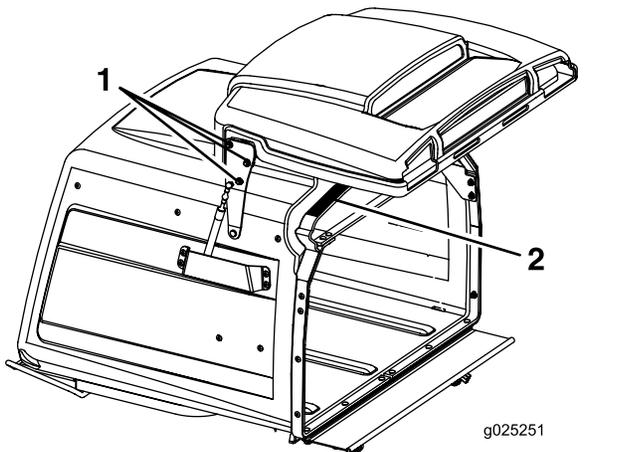

Figura 61
3. Afloje las seis tuercas de las bisagras de la puerta (Figura 61).
4. Abra la puerta y coloque una tira de goma de 9.5 mm ( $\frac{3}{8}$ " ) o una manguera de 9.5 mm ( $\frac{3}{8}$ " ) de diámetro entre la tolva y la puerta de la tolva (Figura 61).